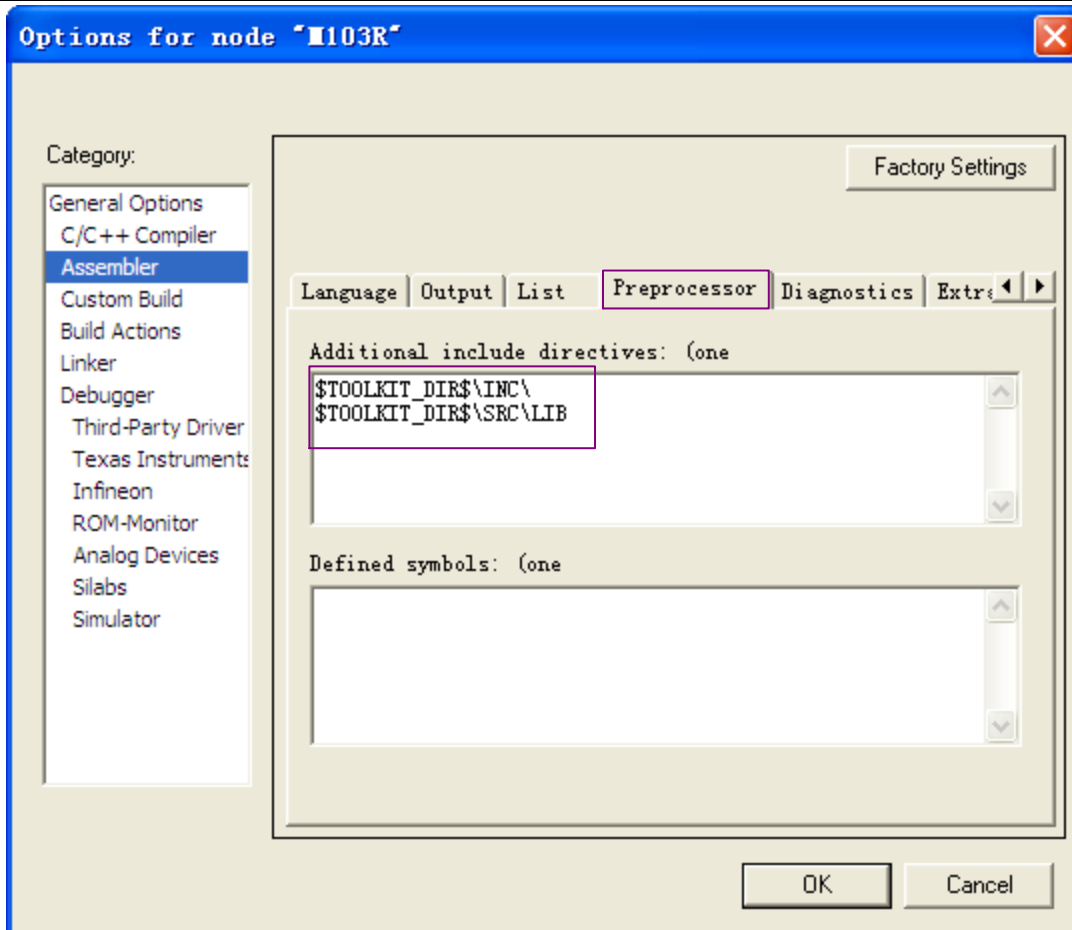

图 8 Assembler->Preprocessor 选项卡设置
5.5 如图 8 所示进行 **Assembler->PreProcessor** 选项卡设置;